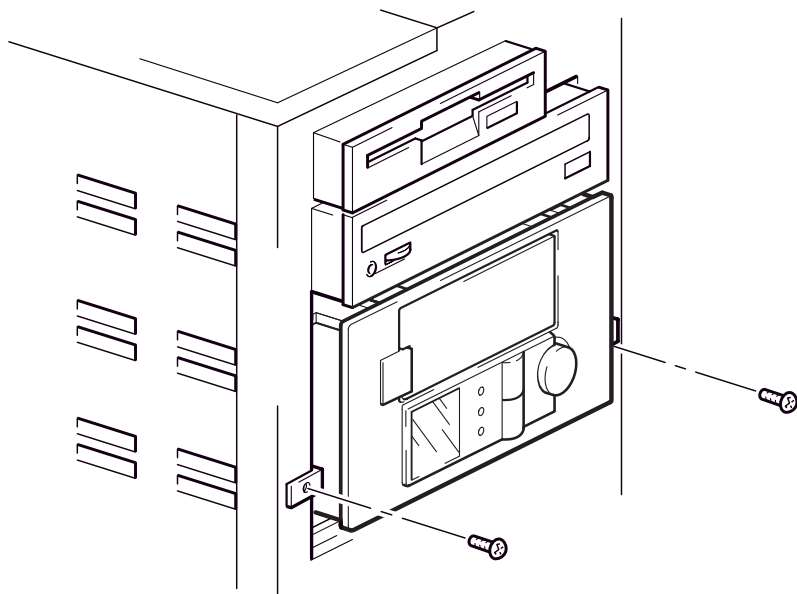

图 10a: 将自动装载机固定在装配件上
- 1 固定自动装载机。请使用在 第 17 页“第 4 步: 准备装配托架”中取下的螺钉来固定自动装载机，如图 10a 所示。